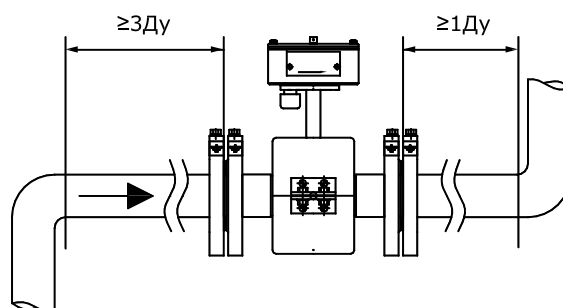

Рисунок 8.4
8.2.6 Расходомер необходимо располагать в той части трубопровода, где пульсации и завихрения минимальные. При установке расходомера необходимо обеспечить прямолинейные участки трубопровода длиной не менее  $3 \cdot \text{ДУ}$  до и  $1 \cdot \text{ДУ}$  после ППР (см. рисунок 8.4). Прямые участки могут быть изготовлены из труб по ГОСТ 10704 - электросварные (тонкие) или по ГОСТ 8732 - бесшовные (более толстые). Для Ду 15мм можно использовать трубы по ГОСТ 8734.